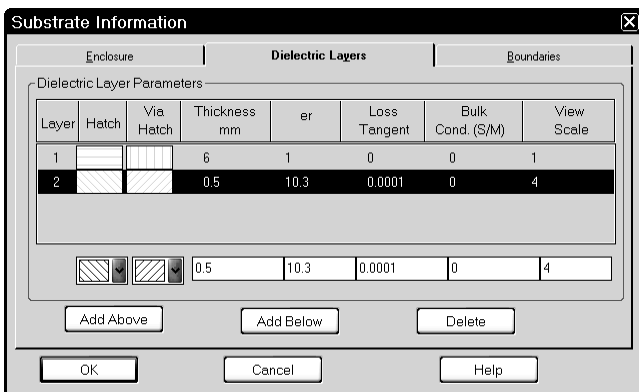

Рис. 3.92
0.5, диэлектрическую проницаемость **10.3**, тангенс потерь **0.0001** и масштаб отображения **4** (рис. 3.92), нажмите **OK**.